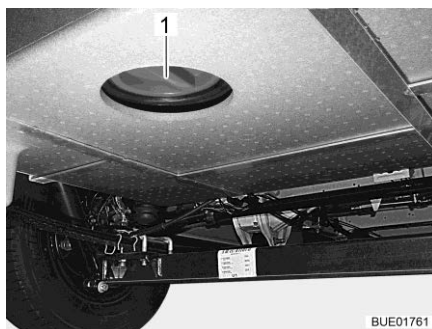

Bild 185 Rengöringsöppning
- Öppna avloppstankens rengöringsöppning (Bild 185,1) och avtappningskranen.